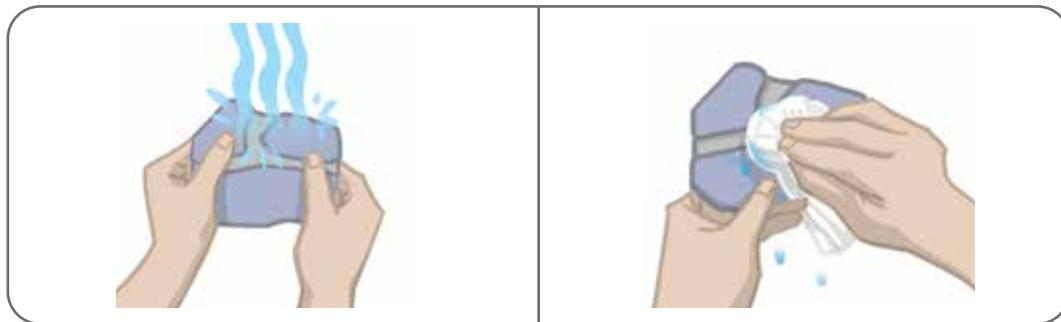

Ilustración 6-7: Cómo humedecer el electrodo y eliminar el exceso de agua
3. Humedezca con agua el electrodo Steering en su totalidad. Consulte la ilustración 6-7.
4. Escorra el agua sobrante del Electrodo Steering con un trapo. Consulte la ilustración 6-7.